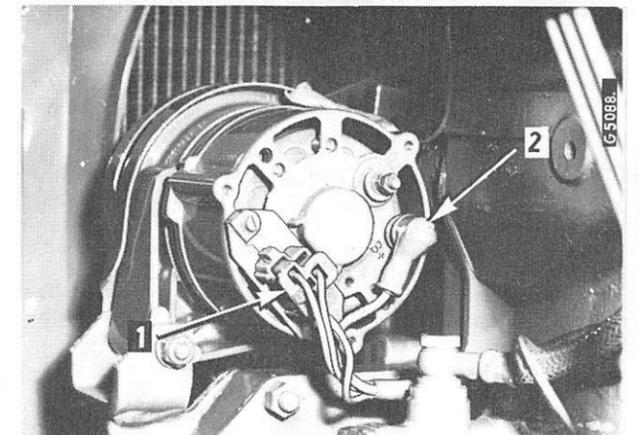

Fig. 91
- 1 - Ne laissez jamais l'alternateur débiter sur circuit ouvert. Assurez-vous que toutes les connexions du système sont bien serrées. Lors de l'utilisation du tracteur sans batterie ou lorsque cette dernière n'est pas en ordre de marche, vous devez débrancher les câbles de l'alternateur en tirant sur la fiche (1) Fig. 91. Effectuez cette opération avant de mettre le moteur en marche.